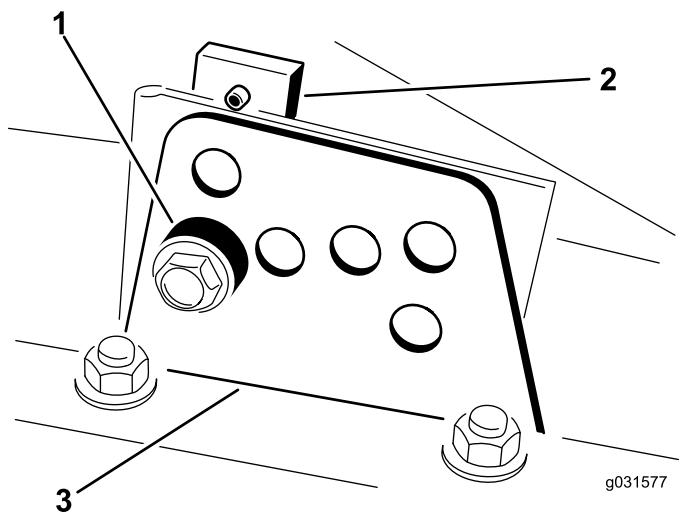

Figura 18
2. Afloje el perno que sujeta cada soporte de altura de corte a la pletina de altura de corte (delante y en cada lado), tal y como se muestra en la Figura 18.
4. Sujetando la cámara, retire el espaciador (Figura 18)